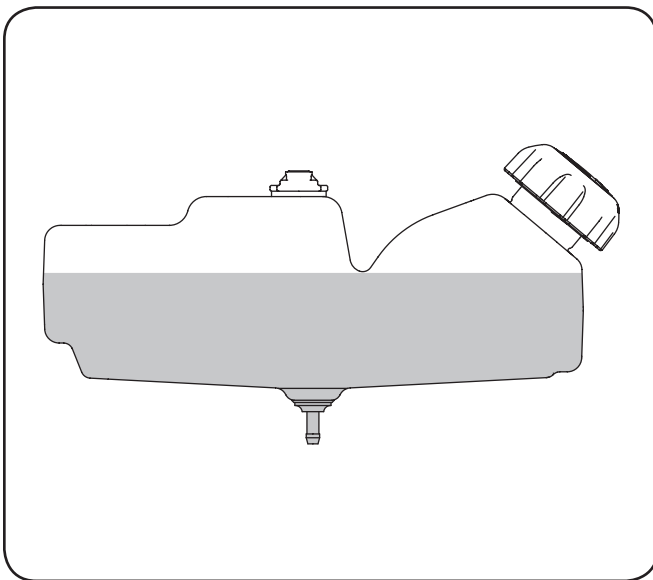

Figura 3-13
**IMPORTANTE:** Es importante no fuera poco el tanque de combustible durante el llenado de combustible. Dejar un área de expansión disponible en el interior del tanque de combustible para permitir que el combustible se expanda y una ventilación adecuada. De lo contrario la unidad no se ejecute correctamente. Llenar el tanque de acuerdo con la Figura 3-13.